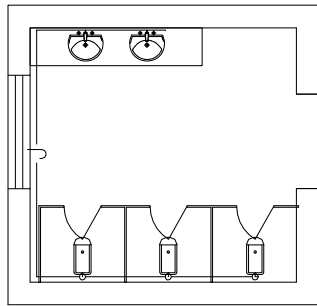

图 3-2 给水平面图
**01** 按 Ctrl+O 组合键，打开配套光盘提供的“第 3 章/3.1 系统生成.dwg”素材文件，结果如图 3-2 所示。